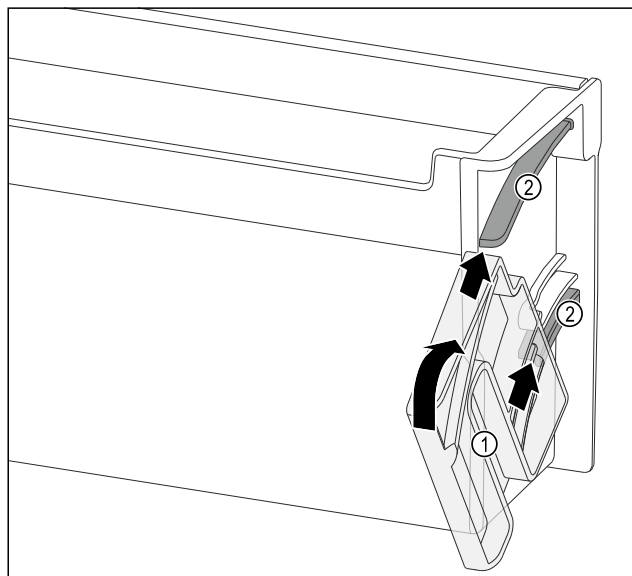

Fig. 146
- Posizionare l'unità di rotazione Fig. 146 (1) in modo che gli incavi si trovino esattamente di fronte ai canali di conduzione Fig. 146 (2) del balconcino controporta.
- Ruotare l'unità di rotazione Fig. 146 (1) nella direzione indicata.